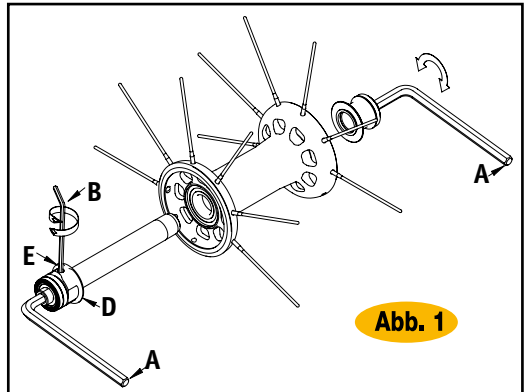

Abb. 1
- Den Stift in den Nabenkörper einsetzen und den beweglichen Anschlag kräftig feststellen mit einem Drehmoment von 15 N.m. Wenn nötig, die Regelung der Nabe über den Ring (D) vornehmen.
- Den Zapfen (E) mit einem Inbusschlüssel (B) lockern Abb. 1.
- Den Zapfen (E) wieder schließen.